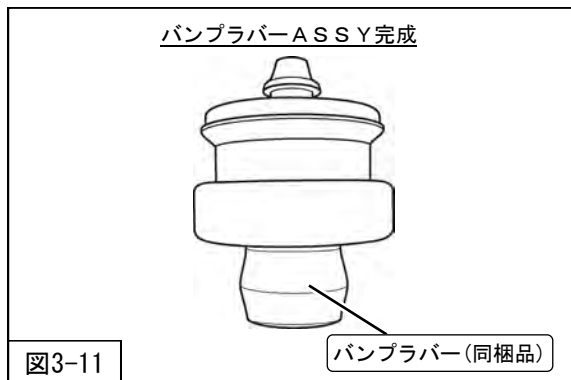

図3-11
- (5) バンブラバー(同梱品)をバンブラバーホルダー(同梱品)に取付けてください。(図3-11)